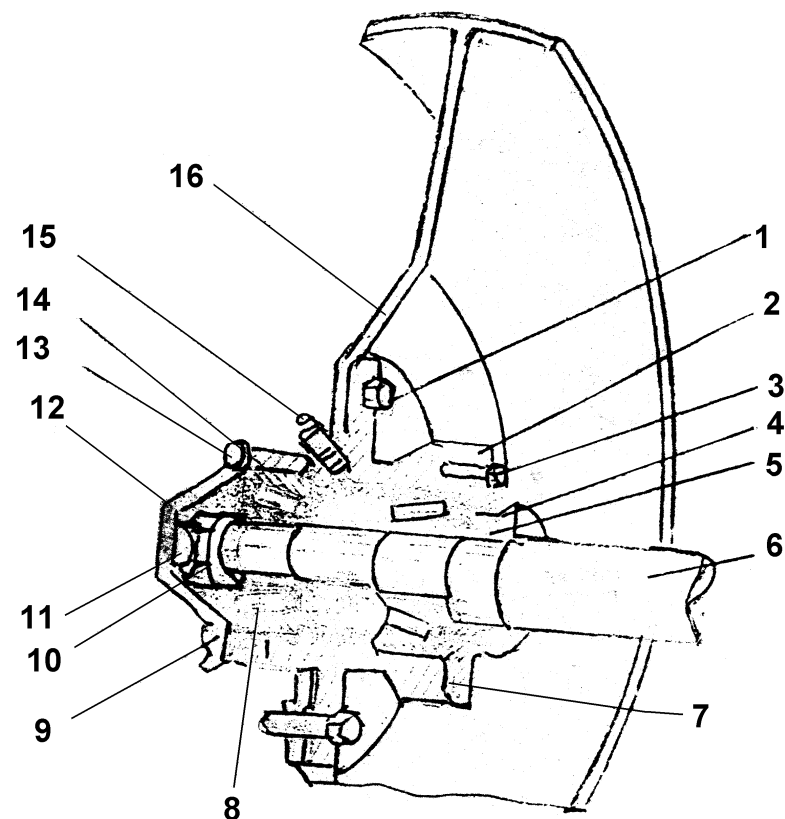

Рис. 5 Колесо ПВШ 36.000-02, ПКГ 09.000-01
4.8 Колесо заднее (рис.5) предназначено для установки и поддержания глубины пахоты. Состоит из диска, обода в сборе и ступицы. Ступица смонтирована на полуоси на двух конических роликоподшипниках, защищенных от попадания пыли двумя резиновыми манжетами с крышкой с одной стороны и колпаком с прокладкой с другой. Полуось колеса стопорным болтом закреплена в кронштейне стойки механизма регулировки.